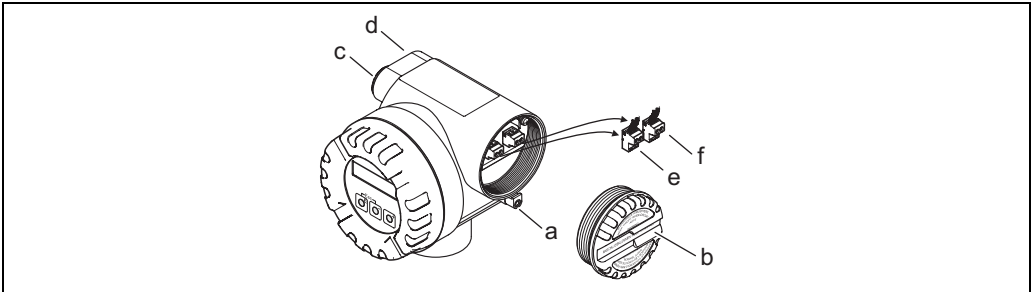

Fig. 15: Connessione del trasmettitore, versione Ex-d
5. Estrarre il connettore dalla morsettiera (g) dalla custodia del trasmettitore e collegare il cavo di alimentazione/uscita in corrente. (→Fig. 15, A)
In opzione: estrarre il connettore dalla morsettiera (g) dalla custodia del trasmettitore e collegare il cavo per l'uscita impulsi/frequenza. (→Fig. 15, B)
fissare il cavo di messa a terra alla vite di terra (→Fig. 15, c).
Connessione del trasmettitore, Ex-d → Fig. 15
4. Estrarre il connettore dalla morsettiera (e) dalla custodia del trasmettitore e collegare il cavo di alimentazione/uscita in corrente. (→ Fig. 15, A)
In opzione: estrarre il connettore dalla morsettiera (f) dalla custodia del trasmettitore e collegare il cavo per l'uscita impulsi/frequenza. (→ Fig. 15, B)
fissare il cavo di messa a terra alla vite di terra (→ Fig. 15, c).